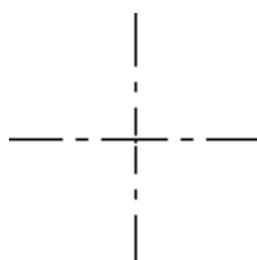

图 3-33 绘制中心线
(2) 绘制中心线 将当前图层设置为“中心线”层，单击“绘图”工具栏中的“直线”按钮，绘制中心线，端点坐标值为{ (90,150), (210,150) }、{ (150,90), (150,210) }，结果如图 3-33 所示。